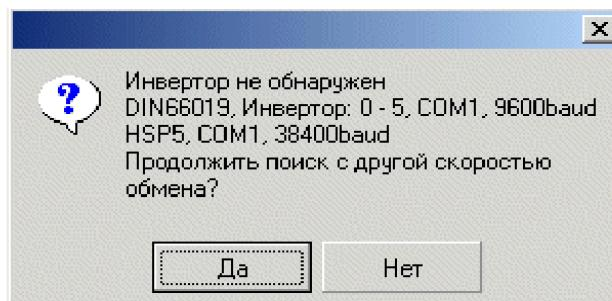

Рисунок 7
**2.2.** При каждом запуске программы она автоматически выполняет поиск подключенных инверторов. В случае отсутствия таковых, или некачественного соединения, выдаётся сообщение об ошибке (рис. 7), а также предлагается произвести поиск в автоматическом режиме, но с другой скоростью обмена.